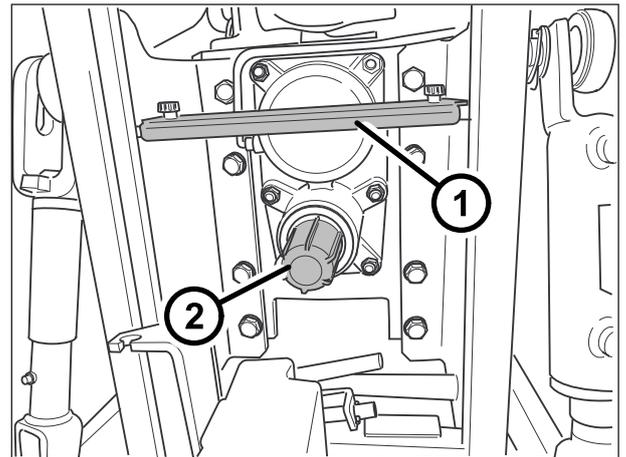

Abb.5-21 - Zapfwellenschutzvorkehrungen
**ACHTUNG:** NICHT ohne die montierte Schutzkappe (2) oder Schutzverkleidung (1) der Zapfwelle fahren. Sie dienen dazu, das Personal vor Verletzungen und die Rillen der Zapfwellenstummel vor Schäden zu bewahren (Abb. 5-21).